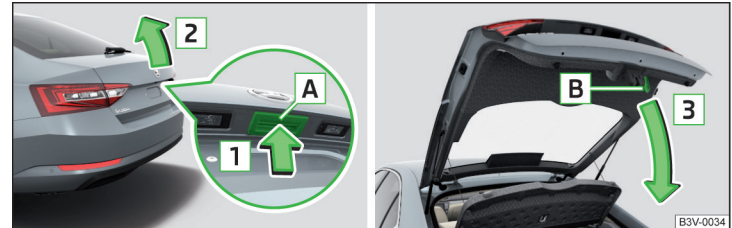

Abb. 42 Gepäckraumklappe öffnen/schließen
- › Die Taste **A** in Pfeilrichtung **1** drücken » Abb. 42.